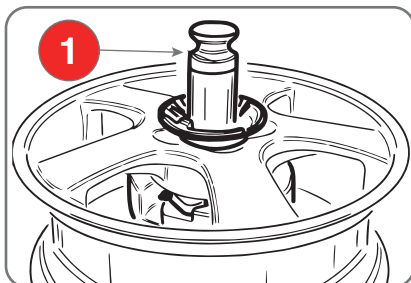

Fig. 6.11
- Den Zentriergriff (1 - Abb.6.11) reifen und durch manuelles Anpassen des Rads die Zahnstange in das zentrale Loch (Abb.6.11) der Felge einfügen.